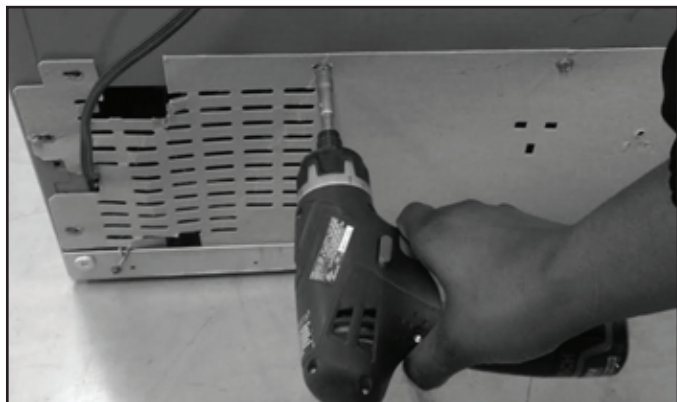

FIGURE 1
2. À l'aide d'un tourne-écrou de ¼ po, retirer les vis fixant le couvercle du compartiment de la machine. Voir figure 1.